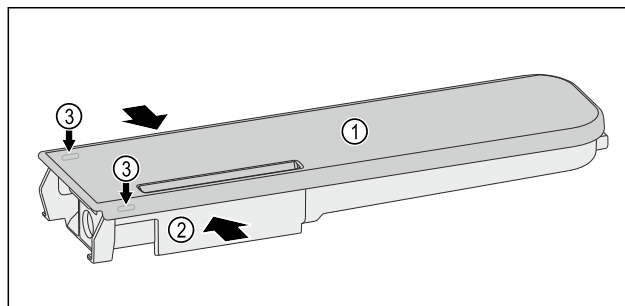

Fig. 145
- ▶ 挤压水容器 Fig. 145 (2)，然后小心地将盖子 Fig. 145 (1) 从锁定凸耳 Fig. 145 (3) 上撬起并向上拉。
- ▶ 略微来回移动盖子 Fig. 145 (1)，然后将其向上取下。